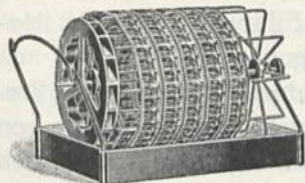
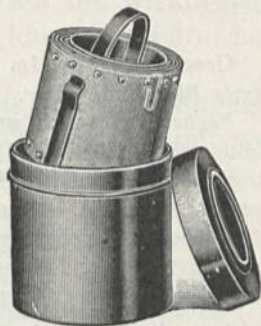

Abb. 127.
Abb. 130.
**Schmalfilm-Aufnahmen** entwickelt man am einfachsten auf einer **Trommel** (Zeiß Ikon)1) (Abb. 127) oder einem **Glaszylinder** (*Leitz-Wetzlar*), die mit etwa 4 m Film bespannt werden (Abb. 128), oder mittels einer **Spirale**, mit Halter und Schale (für 7½ und 25 m Film) (Zeiß Ikon) (Abb. 129) oder mit der **Correx-Einrichtung** (Abb. 130) der *Correx Ges.*-Berlin. Correx ist ein Zelluloidstreifen, der an den Rändern warzenförmige Erhöhungen trägt; er wird mit dem Aufnahme-film zu einer lockeren Spirale zusammengerollt und das Ganze in eine, mit Entwickler gefüllte, entsprechende Schale eingesetzt. Aufnahmen auf sehr langen Normalfilmen läßt man am besten entwickeln — vorher schneidet man zur Kontrolle ein Stückchen Film ab und ent-
1) Das in Abb. 127 links sichtbare Wasserrad wird erst nach dem Fixieren an die Trommel angesetzt. Läßt man unter einem Wasserhahn das Wasser auf die Radschaufeln fallen, so gerät die Trommel in ständig drehende Bewegung und der Film wäscht sich dabei aus.